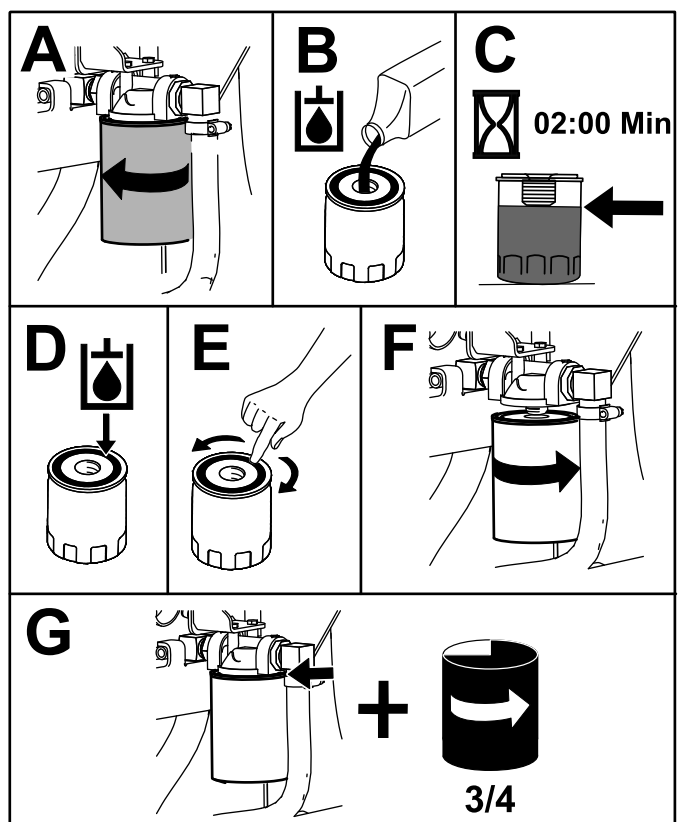

Figura 72
4. Collocate una bacinella di spurgo sotto il filtro e sostituite il filtro (Figura 72).